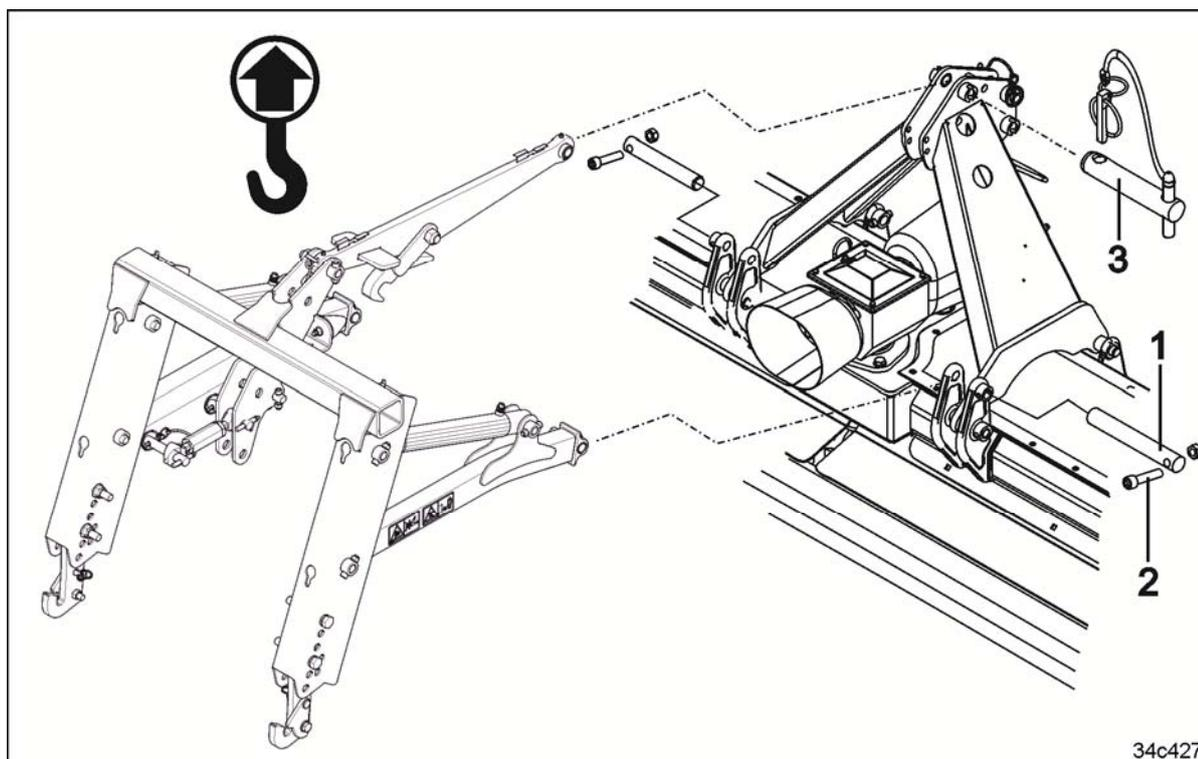

Fig. 87
5. Fixer le châssis de levage au niveau des points d'articulation inférieurs. Bloquer l'axe (Fig. 87/1) en utilisant une vis (Fig. 87/2) avec écrou.
6. Fixer le tirant supérieur en utilisant un axe (Fig. 87/3) et goupiller en sécurité.